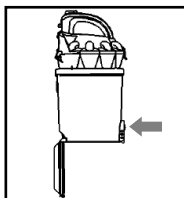

Fig. 5
- Para esvaziar a imprensa tanque a abertura clipe (  ) da tampa do reservatório (Fig. 5) e isso vai abrir. Tenha o cuidado de colocar o tanque acima da lata de lixo ou saco antes de abrir a tampa.